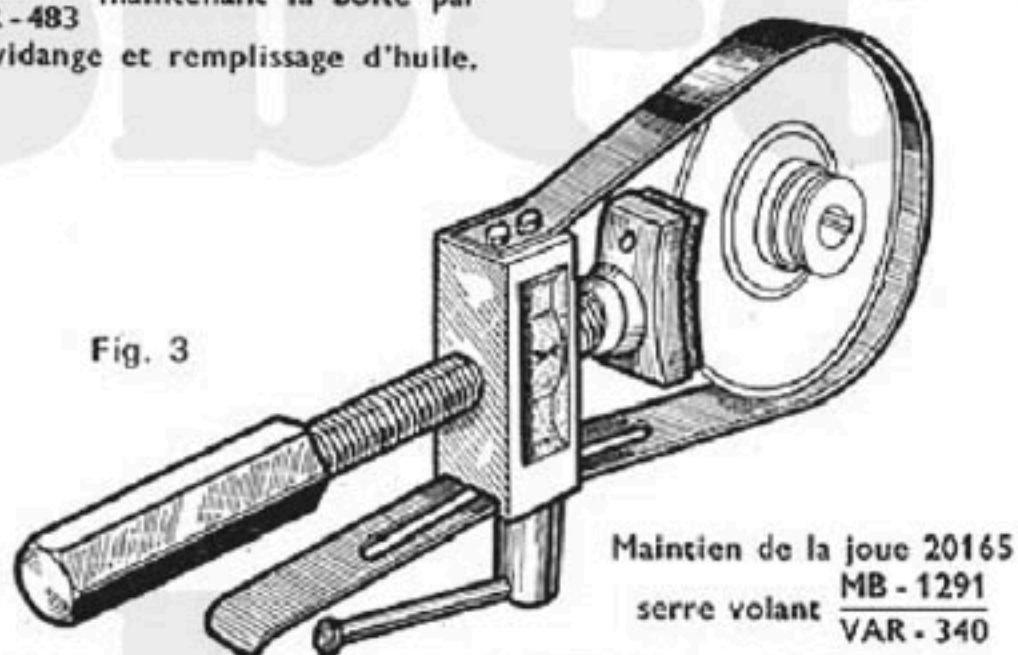

Fig. 3
- Maintenir la joue de poulie 20165 avec le serre volant Universel MB-1291 VAR-340 Fig. 3.